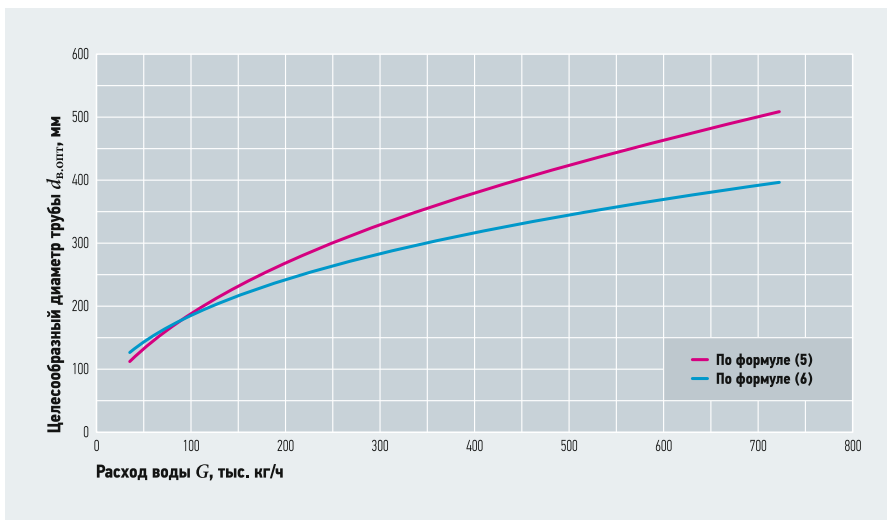

Рис. 2. Зависимость оптимального диаметра трубопроводов от расхода воды
На рис. 2 приведено сопоставление результатов расчёта $d_{в,опт}$ по выражениям (5) и (6). Видно, что оба подхода к выбору $d_{в,опт}$ дают качественно близкие результаты. При этом экономически обоснованный уровень диаметра при средних и высоких расходах оказывается даже несколько выше, примерно на 15–20 %, что соответствует более низким значениям R — от 20 до 60 Па/м. В принципе, это не противоречит рекомендациям [3], поскольку величина 80 Па/м там обозначена как максимально допустимая. В настоящее время, однако, строительные нормативы требуют определять $d_{в,опт}$ именно из технико-экономических соображений. В частности, такое указание имеется уже в документе [5], так что использование формулы (6) является наиболее обоснованным.